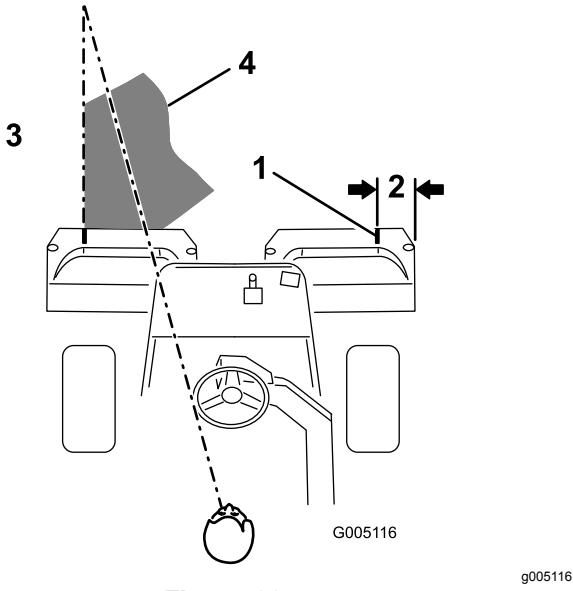

Figura 22
**Nota:** Para cortar em linha reta ao longo do relvado e de modo a conseguir manter uma distância equitativa entre a extremidade da zona de corte anterior, estabeleça uma linha imaginária de aproximadamente 1,8 a 3 metros à frente da máquina até a extremidade da zona por cortar (Figura 22). Alguns utilizadores acham útil incluir a borda exterior da roda motriz na linha imaginária; por exemplo, mantenha a extremidade da roda motriz alinhada com um ponto que se mantém sempre à mesma distância da dianteira da máquina.